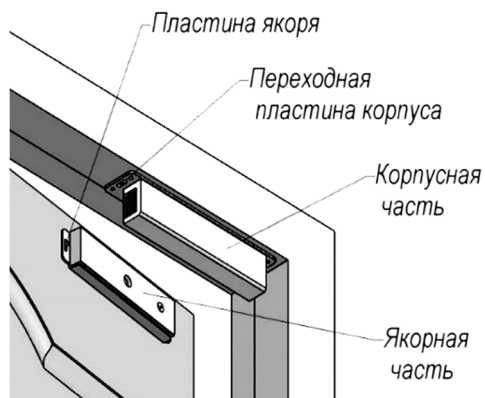

Рисунок 4 – Вариант крепления корпуса замка на переходной пластине
5.1 Корпусная часть замка размещается в верхней части дверной коробки (рисунок 4). Крепление корпусной части замка к дверной коробке производится с помощью переходной планки (рисунок 1 поз.4) или монтажного уголка (рисунок 3 поз.1).